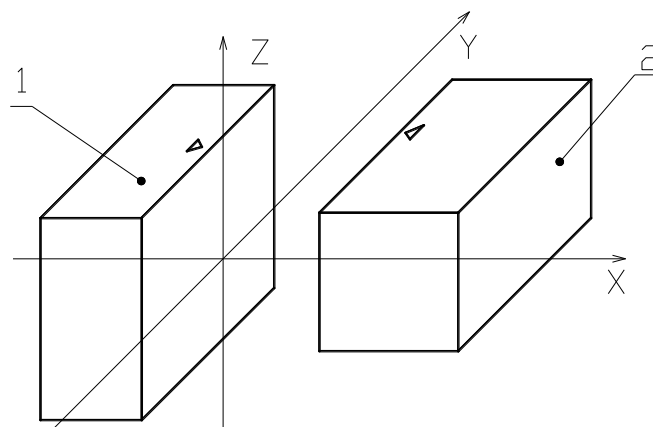

Рисунок 2. Перемещение блока магнита относительно блока геркона. 1 – блок магнита, 2 – блок геркона.
1.1. Извещатель охранный точечный магнитоконтактный ИО 102-26 "НЕРЖАВЕЙКА 100" (далее - извещатель), предназначен для контроля положения перемещающихся отдельных частей конструкций и механизмов. Блок геркона может изготавливаться с контактами **NAMUR**, обеспечивающими логическое распознавание типичных неисправностей линии: обрыва и короткого замыкания (КЗ) в соответствии со стандартом IEC60947-5-6 (рис.2). (\*\*Допускаются любые номиналы по значению и мощности в соответствии с требованиями заказчика).
4.2. Перемещение блока магнита относительно блока геркона (рис. 2) должно производиться по осям X (возвратно поступательное) и Z (проходное). Перемещение по оси Y не рекомендуется, так как в этом случае происходит трехкратное замыкание и размыкание контактов геркона.